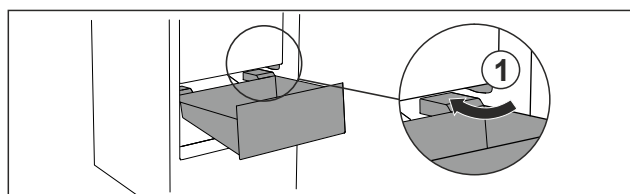

Fig. 92
- ▶ Introducir el cajón inclinado rodeando los toques Fig. 92 (1).